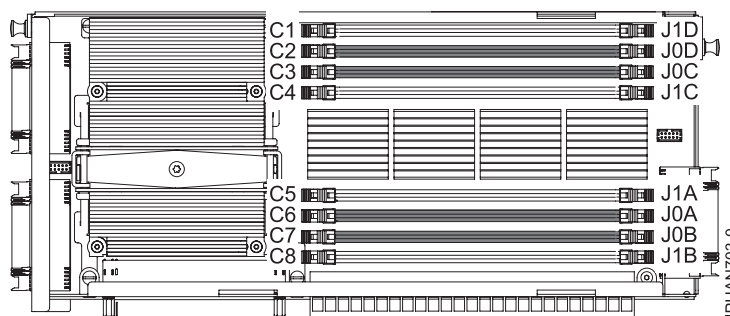

Figure 3. Emplacements des logements de module de mémoire dans le bloc processeur pour le dispositif de processeur 5621
- Chaque bloc processeur est doté de huit logements de modules de mémoire. Pour les emplacements des logements de module de mémoire dans le bloc processeur, voir la figure 3. Les modules de de mémoire doivent être insérés dans les logements dans l'ordre suivant :